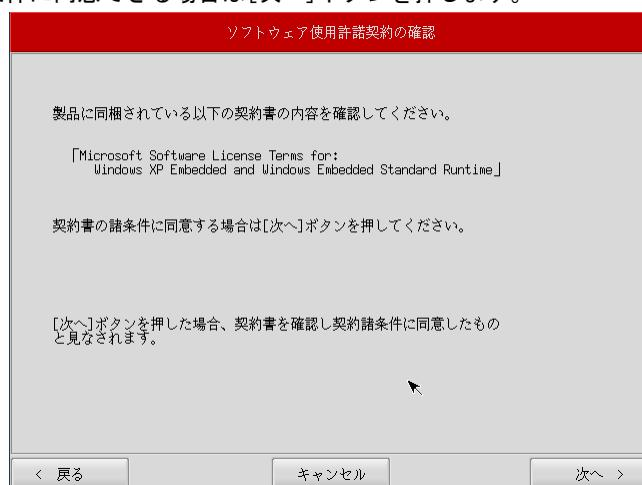

図5-2-1. ソフトウェア使用許諾契約確認画面
- ④ ソフトウェア使用許諾契約確認画面（図5-2-1）が表示されます。使用許諾契約を確認し、使用許諾契約の諸条件に同意できる場合は[次へ]ボタンを押します。